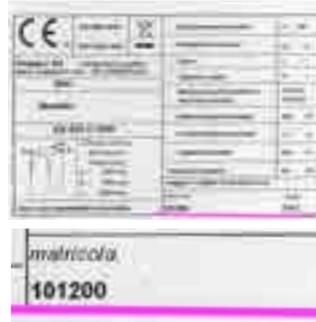

fig. 16 - Targhetta matricola
3. Matricola della stufa, reperibile sul retro del generatore, fig. 16.